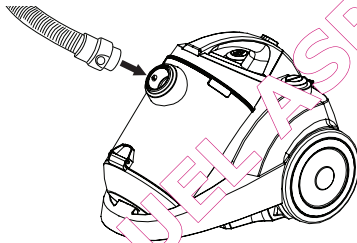

Abbildung 2
1. Arretieren Sie das Anschlussstück des Schlauchs an dem Schlauchanschluss auf dem Motorgehäuse. Wenn Sie den Schlauch entfernen wollen, dann drücken Sie die zwei seitlichen Knöpfe am Anschlussstück ein und ziehen Sie das Anschlussstück heraus. Siehe Abbildung 2.